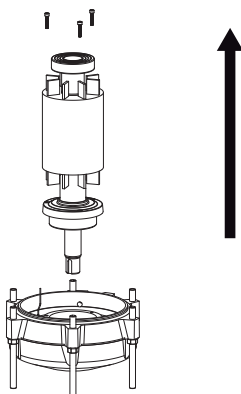

Imagen 18: Retirar el rotor (J 205, J 405)
**J 205:** Mantenga el rotor en posición vertical y afloje la brida del rodamiento inferior. Saque el rotor con los rodamientos (Se puede hacer manualmente o enganchar un útil apropiado al rodamiento superior). Use un extractor de rodamientos para retirar ambos rodamientos del eje (Utilice un extractor de brazo largo para el rodamiento inferior). (Imagen 18)
**J 405:** Coloque el rotor en posición vertical y afloje la brida del rodamiento inferior. Retire el rodamiento superior con un extractor y monte un arco de elevación en el extremo del eje y saque el rotor de la cámara de aceite. (También puede engancharse un útil apropiado al rodamiento superior para sacar el rotor de la cámara de aceite). Use un extractor de rodamientos con brazos largos para retirar los rodamientos inferiores del eje. (Imagen 18)